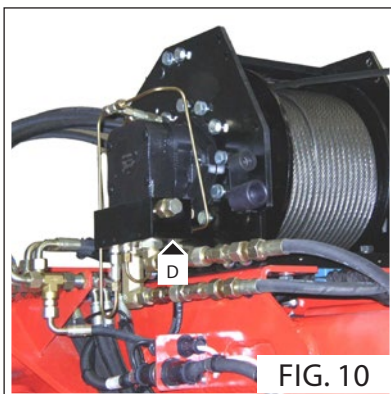
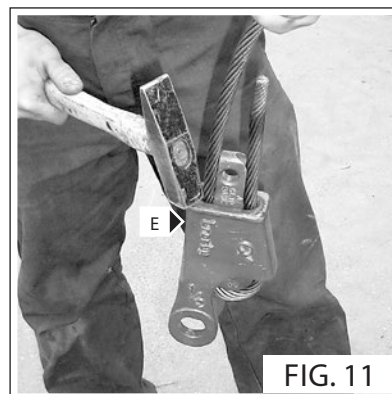

FIG. 10
FIG. 11
- Inserire la fune nel ferma cavo (Fig. 10 - Rif. D) e bloccarla correttamente dando alcuni colpi di martello in entrambi i lati dell'insieme (Fig. 11 - Rif. E).
- Insert the rope in the cable clamp (Fig. 10 - Ref. D) and block it properly by tapping with a hammer on both sides of the assembly (Fig. 11 - Ref. E).
- Sæt wiren i wireholderen (Fig. 10 - ref. D), og blokér den korrekt med et hammerslag på begge sider af gruppen (Fig. 11 - ref. E).